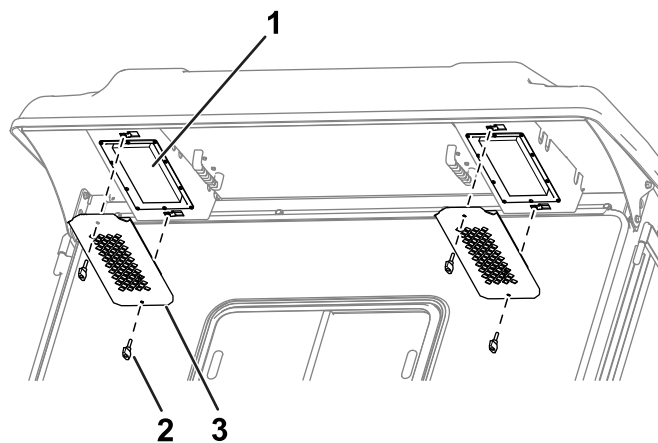

Figura 126
1. Retire los pomos y las rejillas del voladizo trasero de la cabina (Figura 126).
4. Utilice los pomos y las rejillas para instalar los filtros en la cabina (Figura 126).